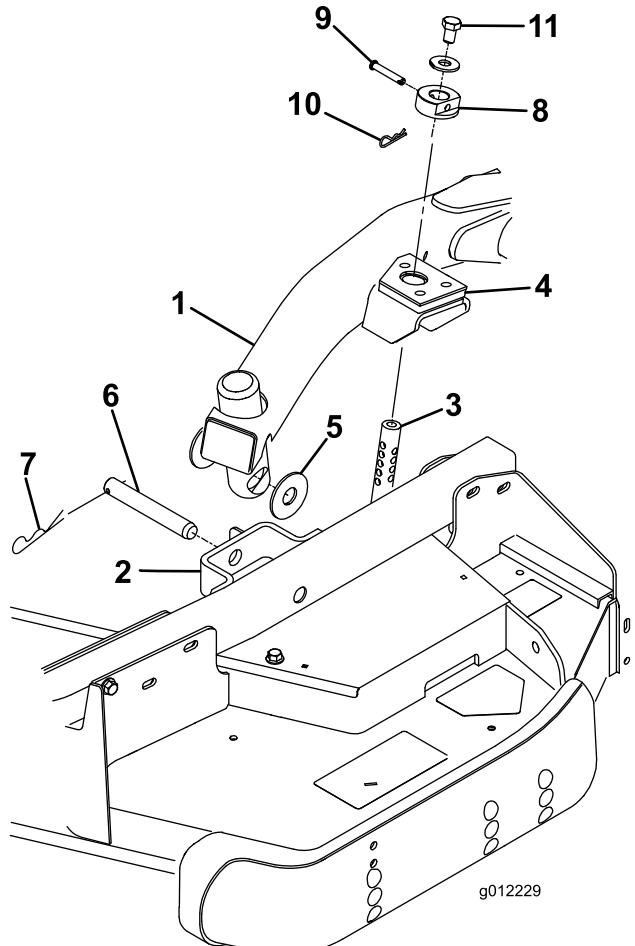

図 4
- 昇降レバーをフロート位置とする。昇降アームを押し下げて、昇降アームについている穴とキャスター・アーム・ブラケットについている穴を整列させ、昇降アームのパッドに刈高ロッドを挿入できるようにする(図 4)
- スラスト・ワッシャ 2 枚、クレビス・ピン、ヘアピン・コッターを使って、昇降アームをキャスター・アームに固定する。スラスト・ワッシャは昇降アームとキャスター・アーム・ブラケットの間に inserer (図 4) コッター・ピンを、キャスター・アーム・タブのスロットに差し込んで固定する。
(図 4) できれば、クレビス・ピンの頭をデッキの前に向けておく。
- 刈高ロッドのそれぞれの上部に、ボルト (1/2 x 3/4 inch) とワッシャを取り付け (図 4)。